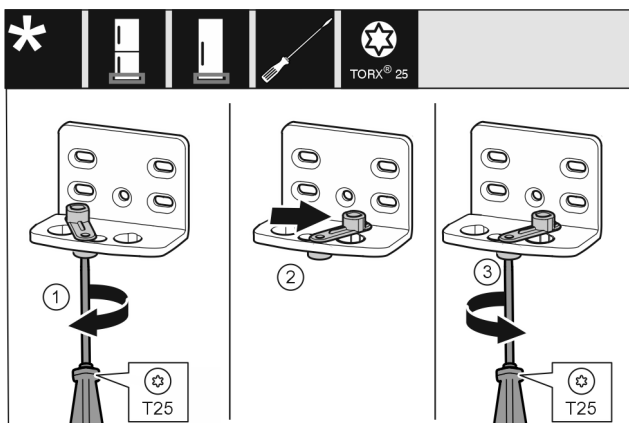

Fig. 16
- Voľne zaskrutkujte skrutku Fig. 16 (1) skrutkovačom.
- Nadvihnite pomôcku na zatváranie dverí Fig. 16 (2) a otočte ju o 90° doprava v otvore.
- Pevne utiahnite skrutku Fig. 16 (3) skrutkovačom.